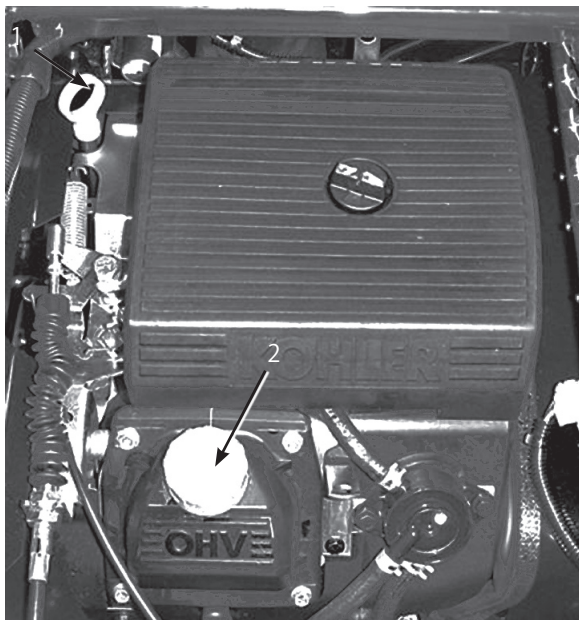

図6
2. ディップスティックを抜き、ウェスで一度きれいに拭く（図6）。ディップスティックを、チューブの根元までもう一度しっかりと差し込む。引き抜いて油量を点検する。
3. 油量が少なければ、バルブ・カバーの上についている補給口（図6）を開け、ディップスティックの Full マークまでオイルを補給する；オイルの種類や粘度の選択については34ページのエンジン・オイルについてを参照。補給するときは、ディップスティックで確認しながら少量ずつ入れる。入れすぎないこと。